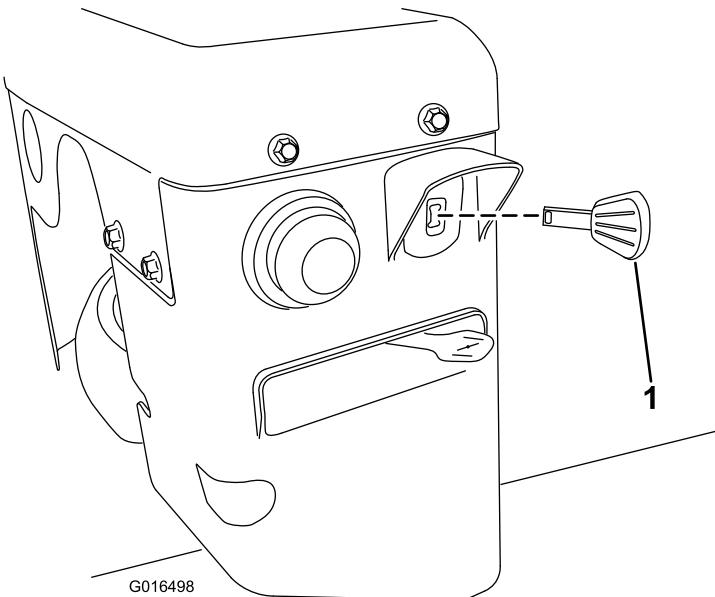

Figure 27
3. Insérez complètement la clé de contact (Figure 27).